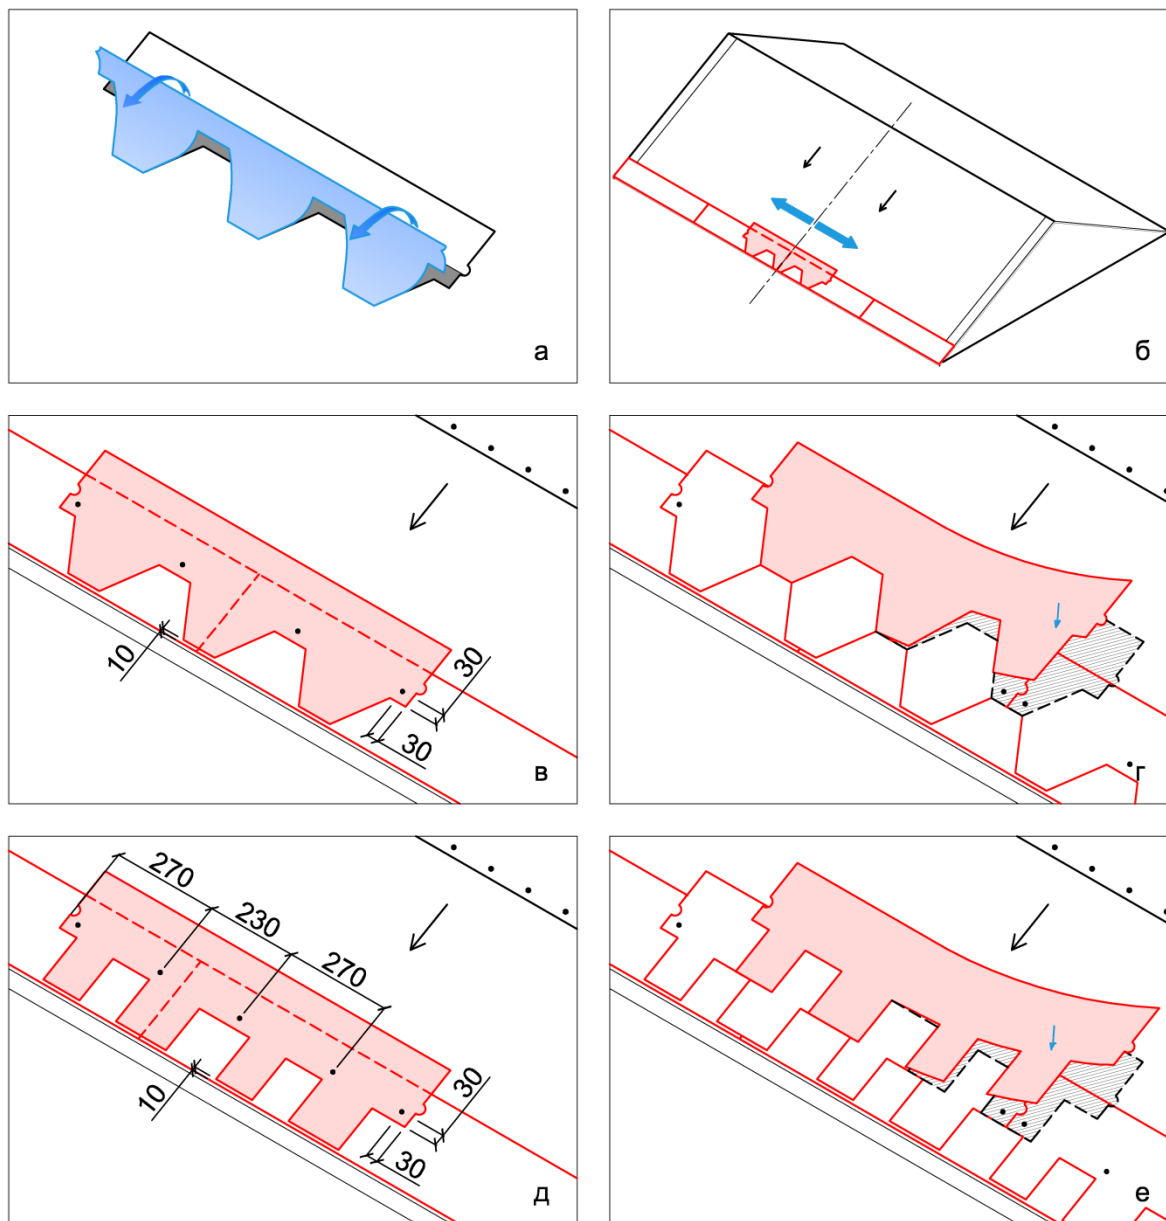

Рис. 5
1.6.1. Во избежание возможных различий цветовых оттенков используют черепицу попеременно из 4-6 упаковок. Укладку рядовой черепицы начинают от центра карнизного свеса в направлении торцов (**Рис.5 б**). Первый ряд черепицы монтируется таким образом, чтобы нижние края лепестков были расположены на 10 мм выше нижнего края карнизной черепицы (см. **Рис. 5 в**). Лепестки первого ряда должны закрывать стыки и места креплений карнизной черепицы. Перед монтажом битумной черепицы необходимо удалить защитную пленку с нижней стороны гонтов (**Рис.5 а**). Каждый гонт крепится 4-мя кровельными гвоздями на расстоянии 30 мм над вырезами и по краям. (4 гвоздя/1 гонт). При уклонах более 45° используют 6 гвоздей на гонт (два дополнительных гвоздя по верхним углам гонта). Последующие ряды черепицы монтируют таким образом, чтобы концы лепестков находились на одном уровне с вырезами черепицы предыдущего ряда (см. **Рис.5 г**).
1.6.2. Монтаж черепицы прямоугольной формы ICOPAL Plano Claro выполняется таким образом, чтобы центральная часть широкого лепестка верхнего ряда перекрывала стыки креплений черепицы нижнего ряда. Другие лепестки должны закрывать места креплений черепицы нижнего ряда (**Рис. 5 д, е**).